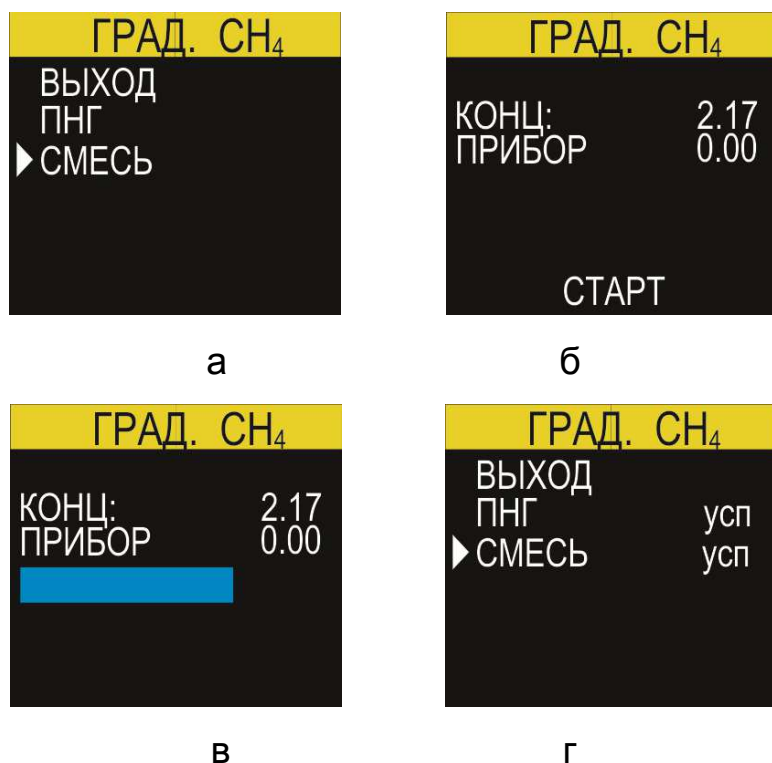

Рисунок 18. Меню градуировки метана.
Выбрать в меню градуировки строку "СМЕСЬ" и нажать кнопку "ОК" (рис.18а). Изменить значение подаваемой ПГС на прибор можно кнопками "▼" и "▲"(рис.18б).
3.1.8 Начать подачу ПГС через насадку прибора и нажать кнопку "ОК" для начала градуировки. Расход ПГС необходимо контролировать ротаметром в пределах $0,5 \pm 0,2$ л/мин. Подавать ПГС необходимо в течение времени, равному утроенному значению $t_{0,9}$ для выбранного газа (для метана - 90 сек, для остальных газов - 180 сек) до тех пор, пока не исчезнет полоса загрузки (рис.18в), а дисплей не вернется на первый этап градуировки (рис.18г).